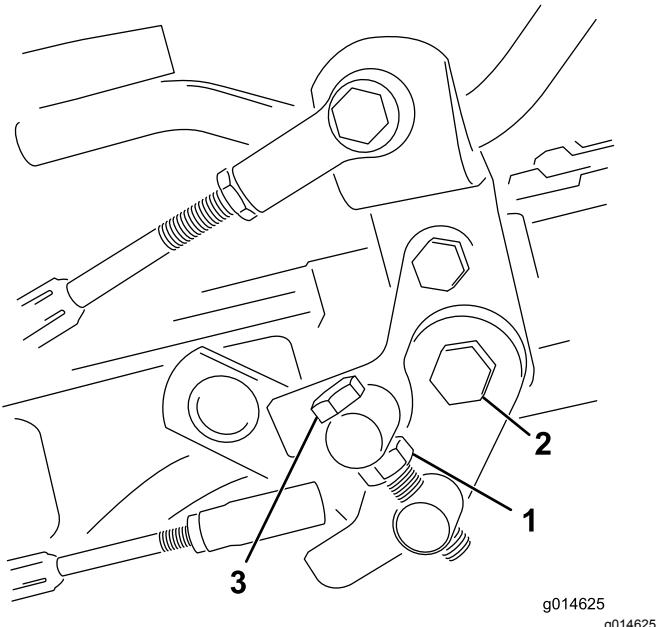

Figura 41
1. Allentate il controdado sul bullone di articolazione (Figura 41).
4. Serrate il controdado sul bullone di articolazione e il dado sul perno del pedale per fissare la regolazione (Figura 41). Controllate la messa a punto, e all'occorrenza ripetete la regolazione.